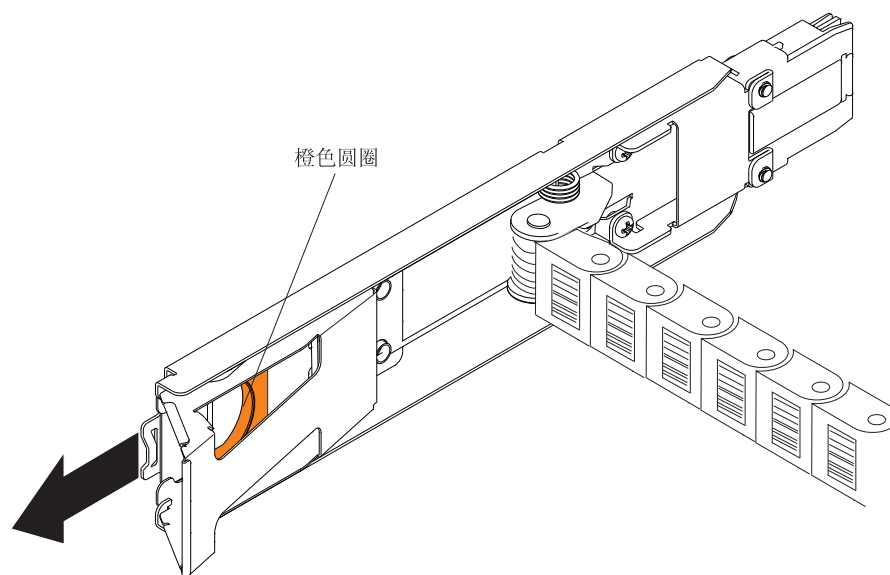

图 94. 连接到中面板的垂直安装支架
- a. 从中面板断开右侧电缆链安装支架的连接。握住橙色手柄（请参阅图 94），将安装支架从存储扩展机柜中拉出。如果需要，可使用手电筒找到橙色圆圈。